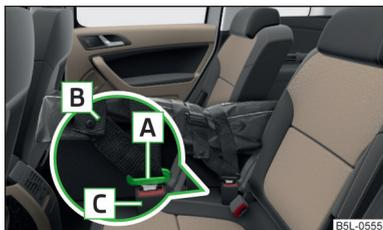

Fig. 76
- » Meta las lengüetas **[A]** » fig. 76 en los cierres del cinturón de seguridad central **[C]**, primero a un lado y luego al otro lado.